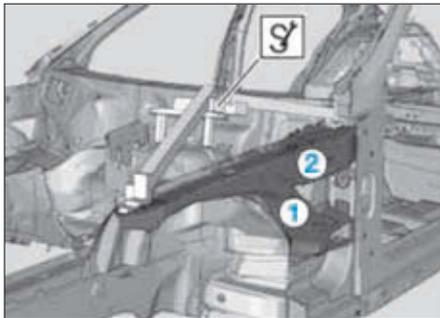

FIG. 16
- Poser la partie inférieure du doublure d'aile avant (1) et la partie supérieure avant (2), les ajuster avec le dispositif de soudage et les fixer (Fig.16).